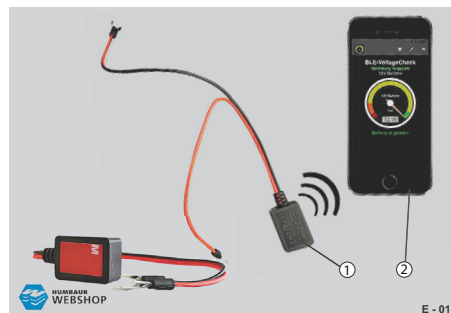

Abb. 14 Prüfgerät
- ▶ Mit einem Battery Guard (Abb. 14/1) den Ladezustand der Batterie prüfen.